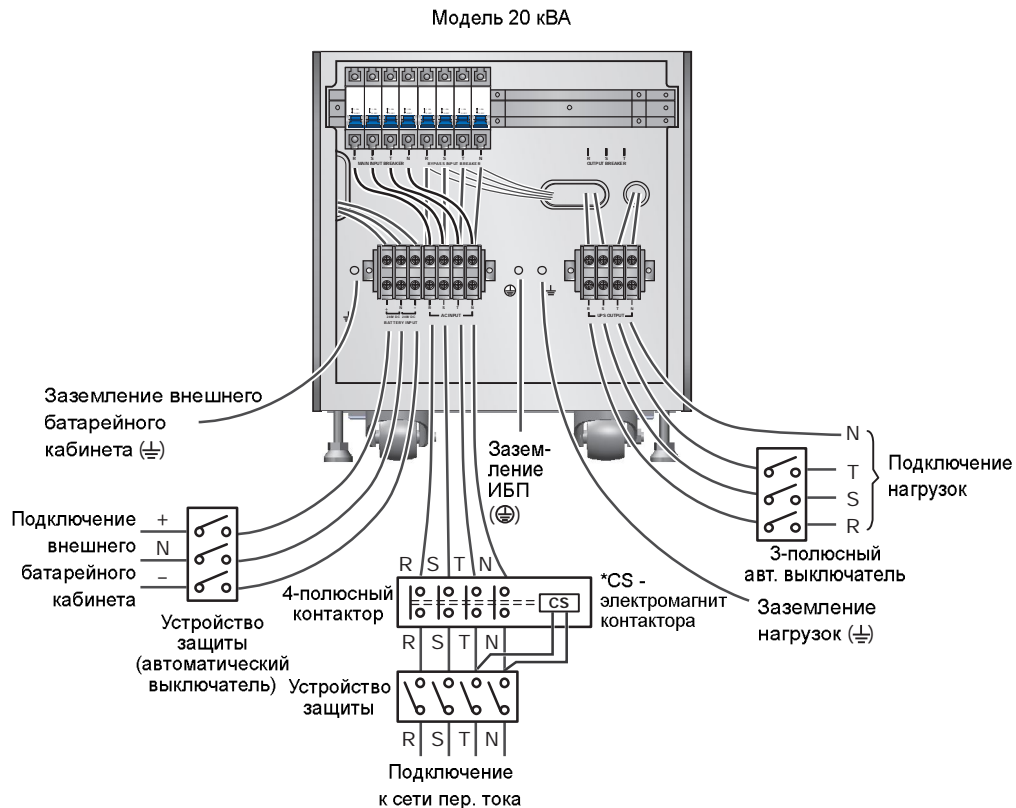

Рис. 6-9. Схема подключения одиночного ИБП 20 кВА в конфигурации с одним входом
- 6 Подключите к блоку зажимов кабели электросети, выхода и внешнего батарейного кабинета (см. **рис. 6-9 и 6-10**).
- 2) Подключите кабели электросети переменного тока, нагрузок и внешнего батарейного кабинета к соответствующим зажимам ИБП (см. **рис. 6-9, 6-10, 6-15**).